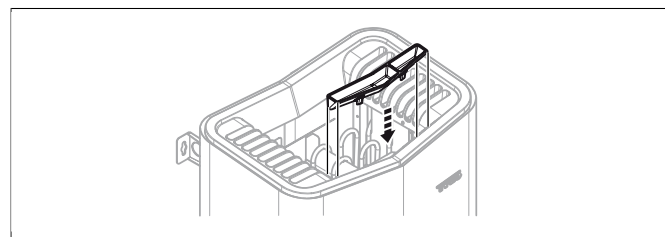

Fig 9: Pose de la coupelle à parfum/l'humidificateur
7. Poser la coupelle à herbes/l'humidificateur (voir **Fig 9**, page 4).